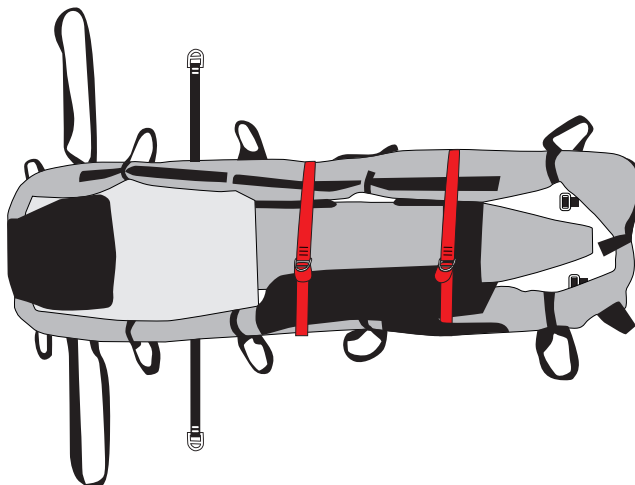

Fig.41
f) allacciare le due fettucce esterne del telo (quelle della parte inferiore) come in fig. 41,